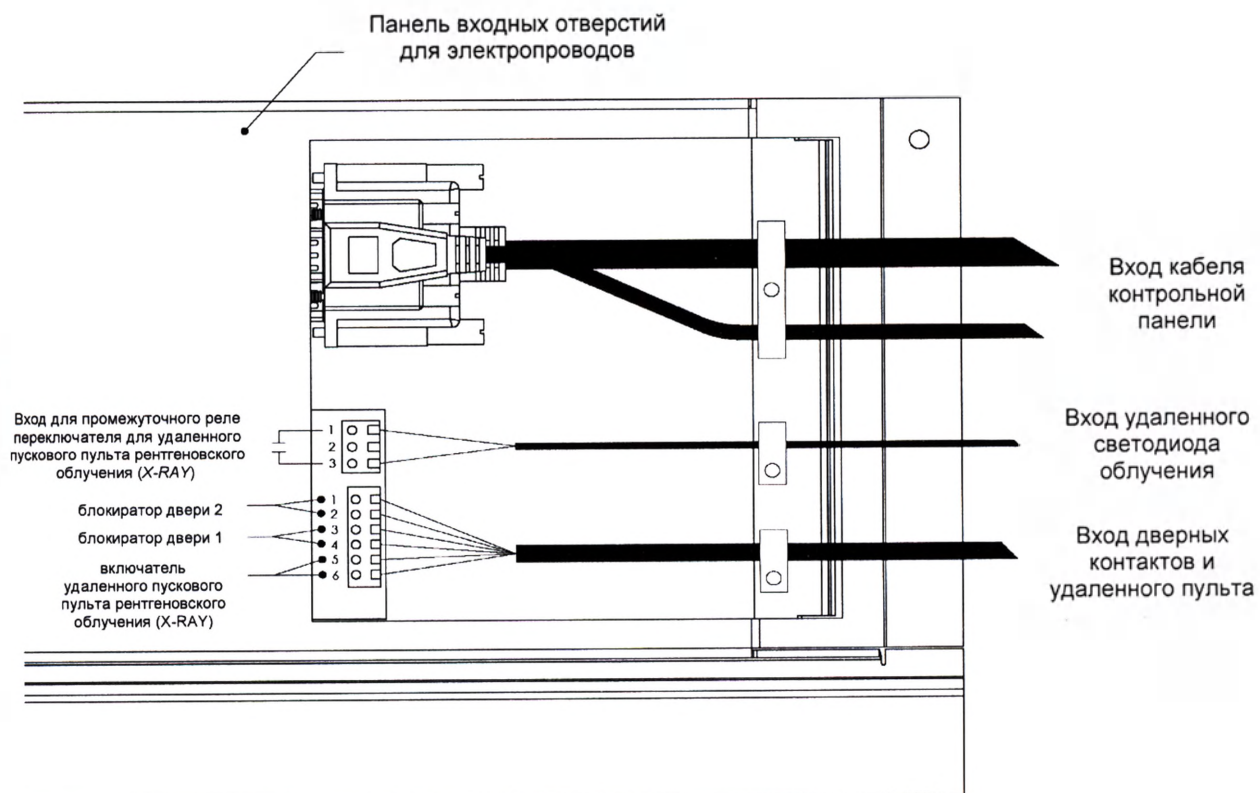

Рис. 3
- G. Подсоедините удаленный выключатель рентгеновского облучения (*Remote X-ray Switch*) к задней панели Основного блока. (Основной блок подает низковольтный ток на один удаленный выключатель рентгеновского облучения.) См. Рис. 3.
- H. На задней панели Основного блока предусмотрены соединения для промежуточного реле переключателя для удаленного светового индикатора облучения (X-RAY). Клиент самостоятельно обеспечивает свет и питание для его работы. См. Рис. 3.
- J. Начните подачу электропитания к прибору, переведя главный тумблер предохранителя на Основном блоке в положение «вверх» (UP). Следите, чтобы Аварийные выключатели были приведены обратно в исходное выключенное положение (OFF).